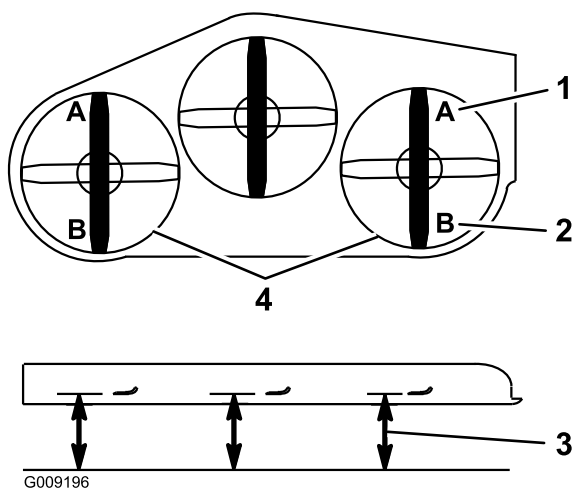

Figura 72
9. Su ambo i lati del piatto di taglio, misurate dalla superficie piana all'estremità anteriore della lama (posizione A). La misura deve essere di 7,6 cm (Figura 72).
15. Su ambo i lati del piatto di taglio, misurate dalla superficie piana all'estremità posteriore della lama (posizione B). La misura deve essere di 8,3 cm (Figura 72).